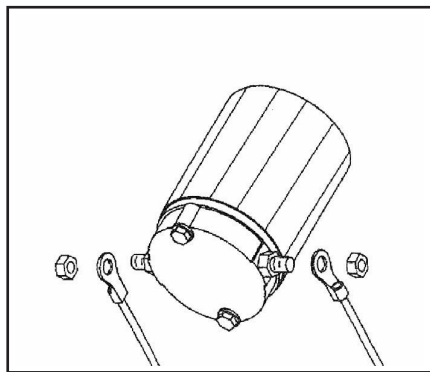

Рис. 15.
2. При подключении проводов обязательно придерживайте нижнюю гайку клеммы ключом. В противном случае возможно повреждение контактной группы внутри мотора (рис. 15).